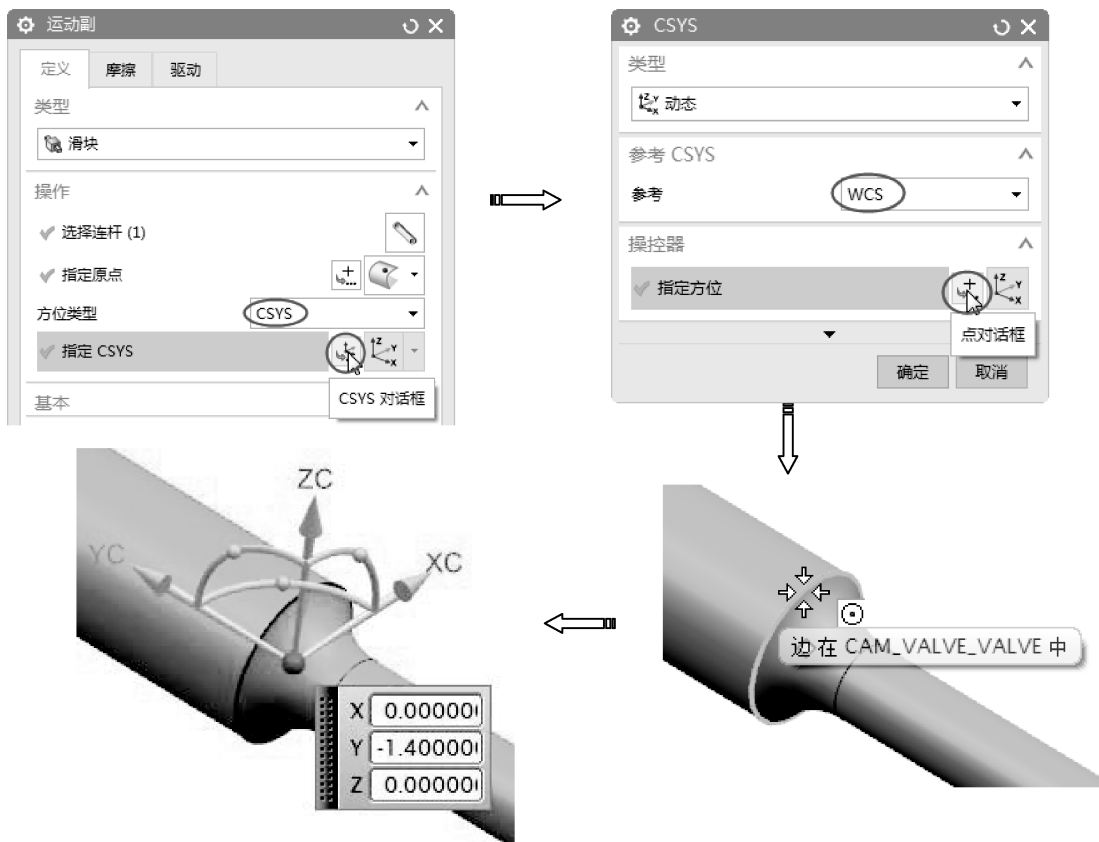

图 8-55 指定 CSYS
- 11 设置方位类型为【CSYS】，然后指定顶杆上圆形边线的中心点为 CSYS 坐标系参考，如图 8-55 所示。